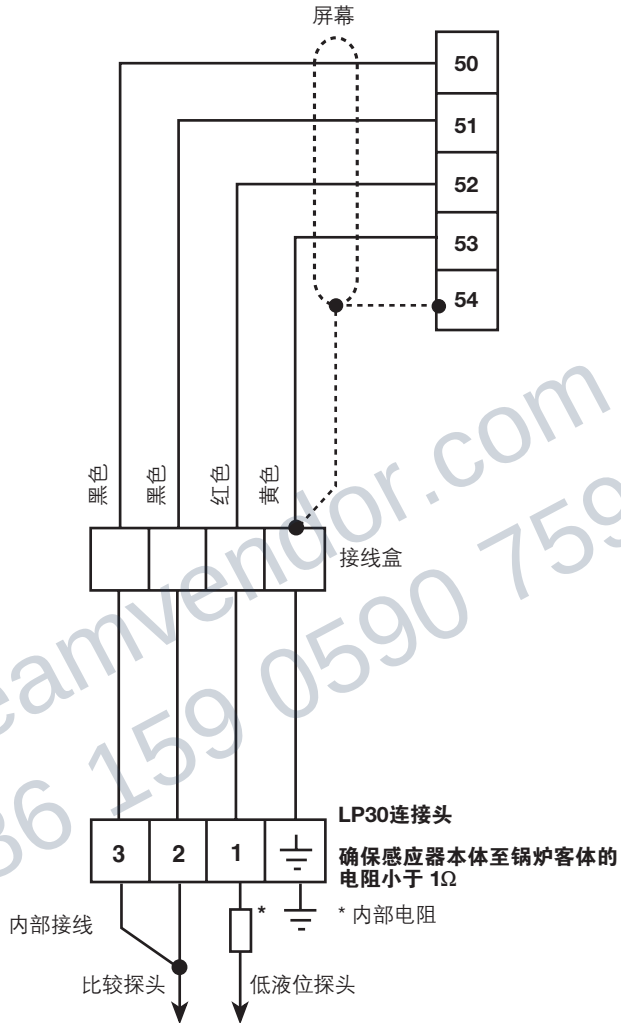

图11 UL/ FM 版本
- 2.拆除感应器 (如果已安装)并安装一对检测线到感应器底部，两个线相互垂直，距离感应器底部最大10 mm (3/8 ") - 见图11和12。